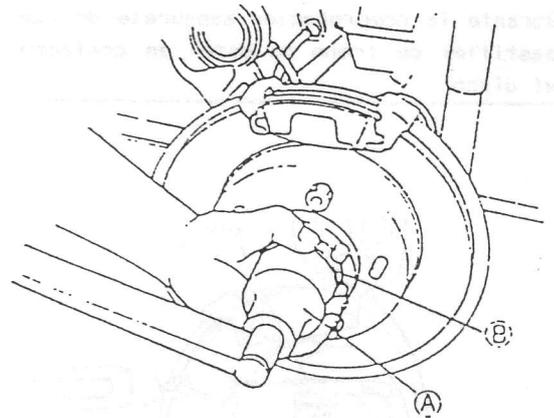

Fig. 17-5-23
- 1) Girando el buje de la rueda con la mano, apriete la tuerca del cojinete con un par de 8,0 kg-m, utilizando las herramientas especiales A y B. Afloje la tuerca hasta reducir el par anterior a 0 kg-m. Luego reapriete la tuerca con un par de 1,0 a 1,5 kg-m, hasta que los 4 orificios roscados abiertos en la contratuerca coincidan con los 4 agujeros de tornillos abiertos en la arandela de freno ensamblada después de la contratuerca. (Véase Figs. 17-5-23 y 17-5-24).